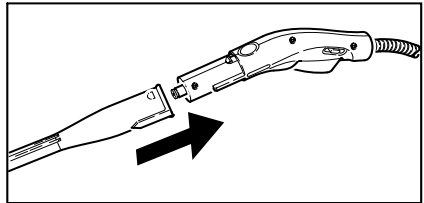

Abbildung 3
- ➔ Handdüse (E1) mit der Dampfpistole (C1) verbinden. Dazu das offene Ende des Zubehörs auf die Dampfpistole stecken und so weit auf die Dampfpistole schieben, bis die Entriegelungstaste (C2) der Dampfpistole einrastet (siehe Abbildung 3).